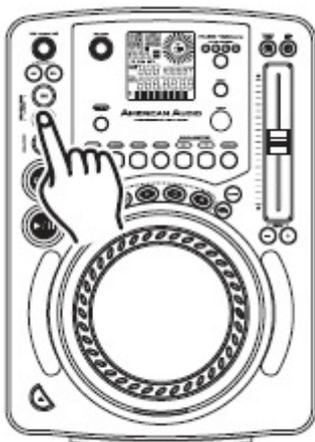

Figure 20
3) Appuyez sur le bouton **OUT (23)** pour définir le point final de votre **BOUCLE PARFAITE** (Figure 20). Les LED du bouton **IN (24)** et du bouton **OUT (23)** commencent immédiatement à clignoter, indiquant que le mode **BOUCLE PARFAITE** a été activé.